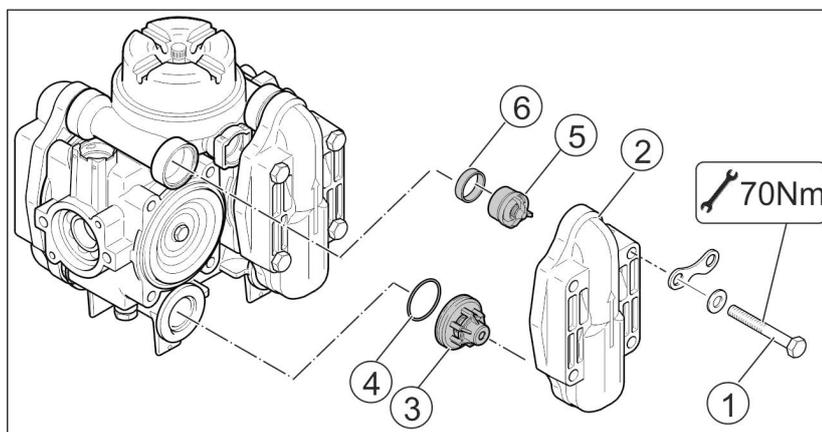

Fig. 198
2. Si es necesario, eche aceite con la bomba en marcha (máximo hasta la marca Fig. 198/1).
5. Girar alternativamente el eje de accionamiento a derecha e izquierda y reponer el aceite nuevo poco a poco. La cantidad de aceite correcta se ha alcanzado cuando el aceite se ve en la marca (Fig. 198/1).